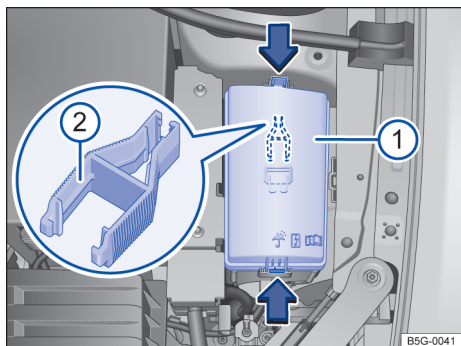

Fig. 159 No compartimento do motor: cobertura ⓘ da caixa de fusíveis com pinças de plástico ②.
- Para desbloquear a cobertura da caixa de fusíveis, pressione os botões de travamento no sentido indicado pelas setas → Fig. 159.